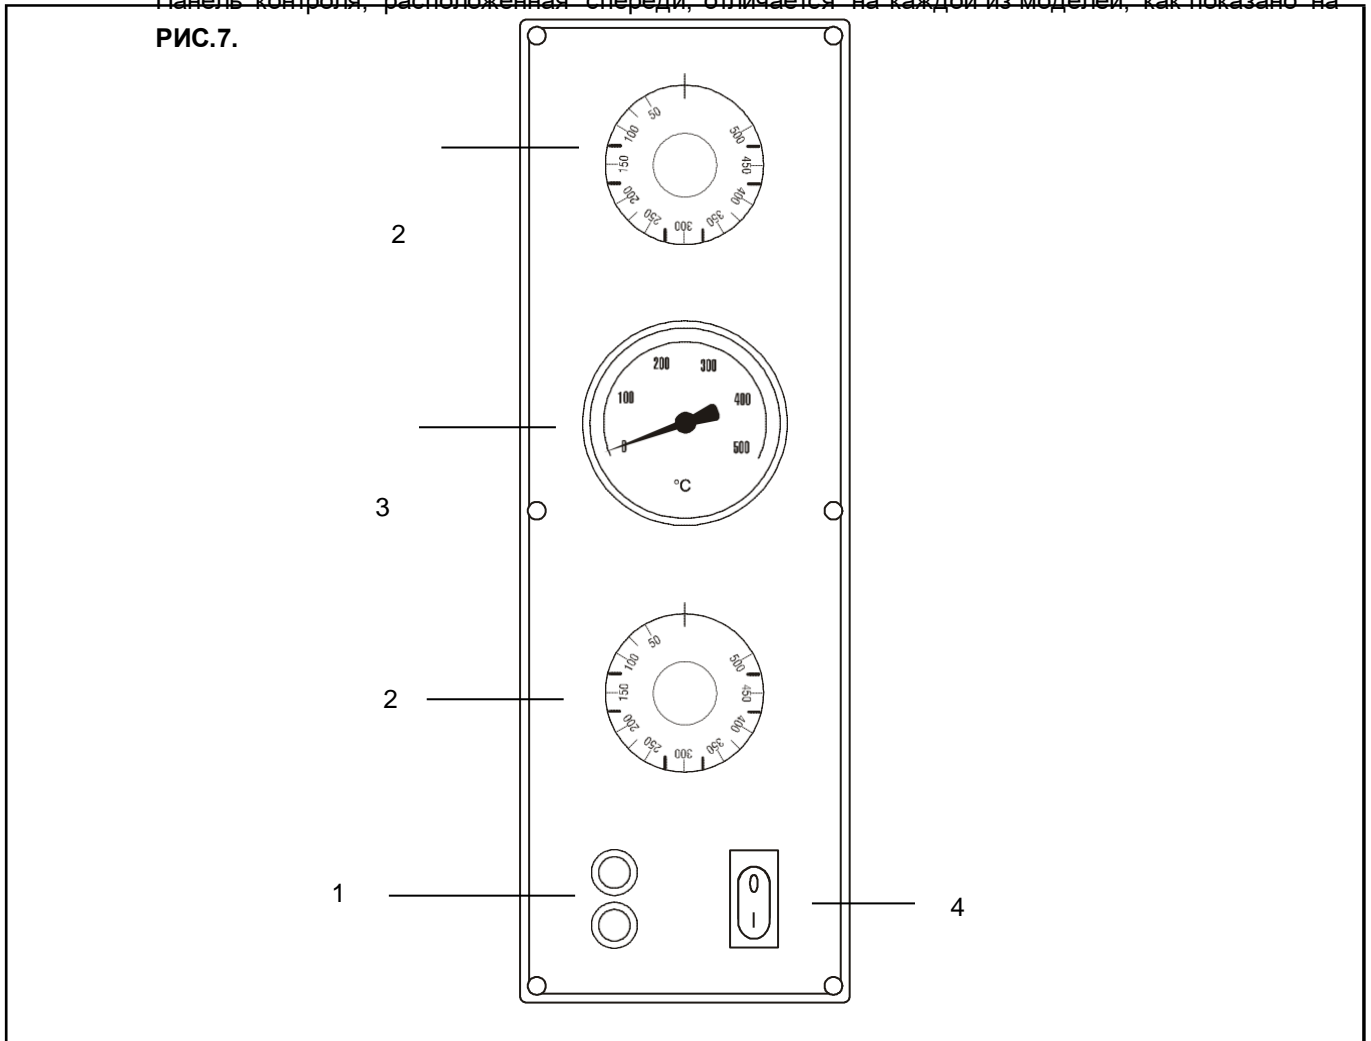

РИС.7 (Панель контроля)
Панель контроля, расположенная спереди, отличается на каждой из моделей, как показано на РИС.7.
ПОЯСНЕНИЯ К РИС.7
- 3) Активируйте резисторы, установив терморегуляторы (**РИС. 7 - №2**) на температуру **150 °С**, обозначенную на ручке. Загорится зеленый индикатор, сигнализирующий о том, что резисторы активированы;
- 5) Отключите резисторы, переведя терморегуляторы (**РИС. 7 - №2**) в **позицию «0»**. Соответствующий зеленый индикатор погаснет;
- 7) Снова закройте дверцу и повторите действия, описанные в п.3, установив терморегуляторы (**РИС. 7 - №2**) на температуру **400°С**, обозначенную на ручке;
- 9) Отключите резисторы, переведя терморегуляторы (**РИС. 7 - №2**) в **позицию «0»**. Соответствующий зеленый индикатор погаснет;
- 3) Активируйте резисторы, настроив терморегуляторы (**РИС. 7 - №2**) на желаемую температуру, указанную на ручке. Загорится соответствующий зеленый индикатор, свидетельствующий о работе резисторов;
- 4) Как только температура в печи достигла желаемого уровня (см. п.9 данного раздела), отображаемого на термометре (**РИС. 7 - №4**), можно загружать пиццу;
- 6) Для того, чтобы включить внутреннюю подсветку камеры, нажмите переключатель освещения печи (**РИС. 7 - №5**);
- 1) Отключите печь, переведя выключатели терморегуляторов (РИС. 7 - №2) и резисторов (РИС. 7 - №3) в позицию «0».